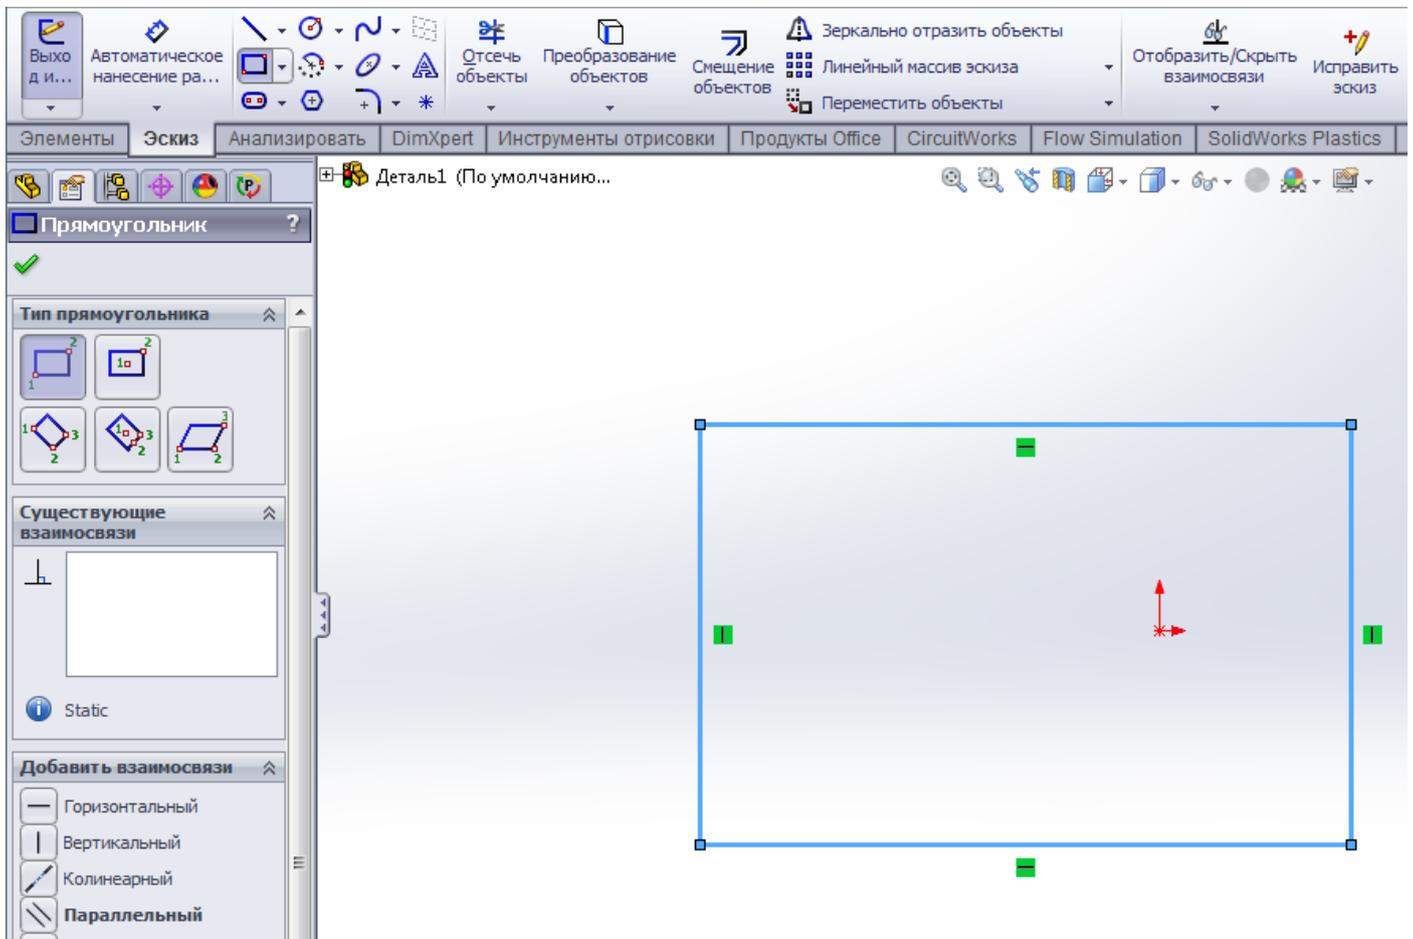

Рис. 1.10. Отображение прямоугольника
3.3. Активизировать функцию “Прямоугольник” в панели инструментов **Эскиз** и вычертить прямоугольник в эскизе, как показано на рис. 1.10.